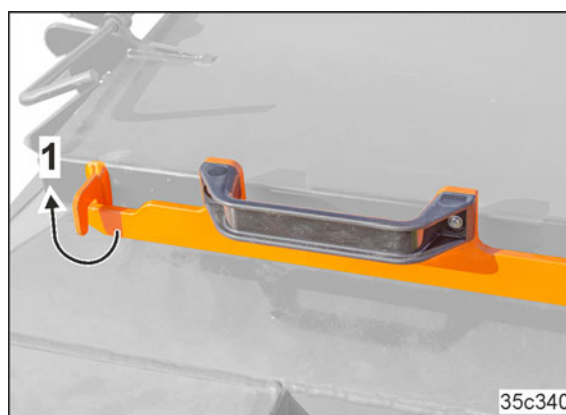

Bild 223
2. Lås upp spaken (Bild 223/1)